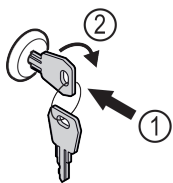

Fig. 58 Immagine a titolo di esempio
- Inserire la chiave Fig. 58 (1).
- Ruotare la chiave di 90° in senso orario Fig. 58 (2).